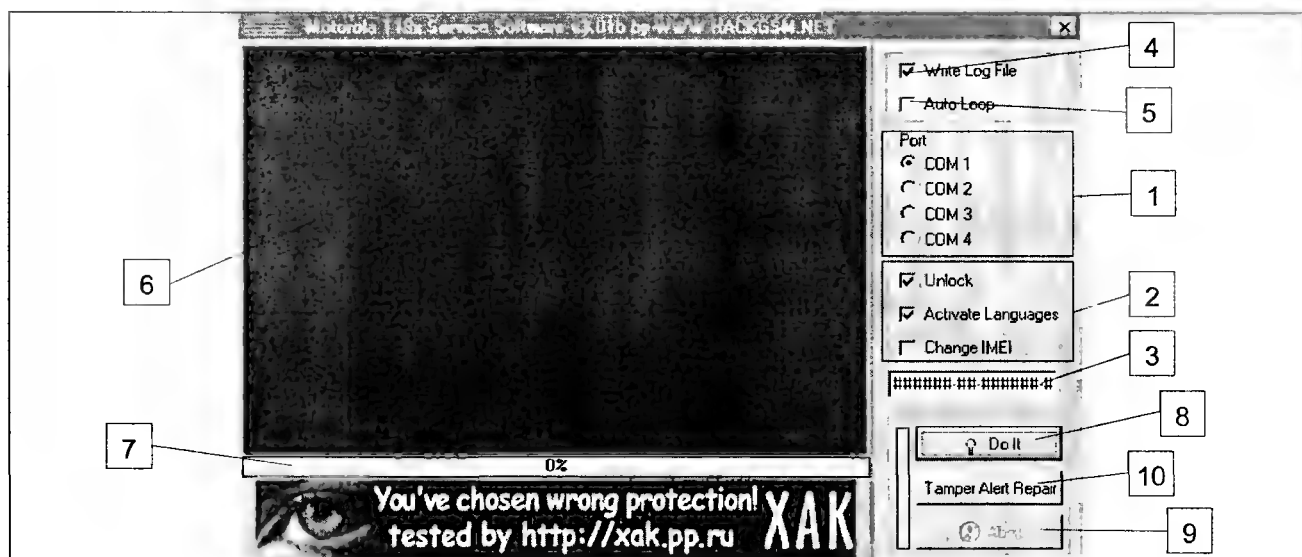

Рис. 5.18
Для восстановления области EEPROM в микросхемах FLASH-памяти С-серии используют программу «Motorola T19x Service Software», еще ее называют «ХАК» (рис. 5.18). С помощью этой программы также можно снимать блокировки телефона, активировать дополнительные языки в меню аппарата и изменять IMEI-номер.
- в окне «Port» выбирают номер COM-порта (1 на рис. 5.18) ПК, к которому будет подключен DATA-кабель;